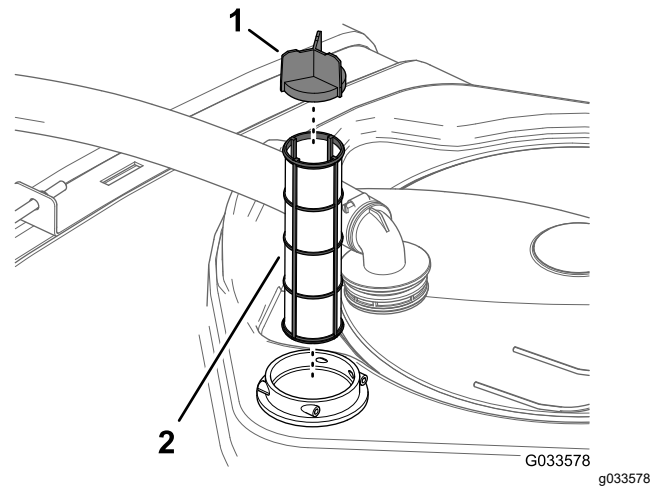

图 60
4. 从药缸内的过滤器外壳中拆除旧的吸入式过滤器 图 60。